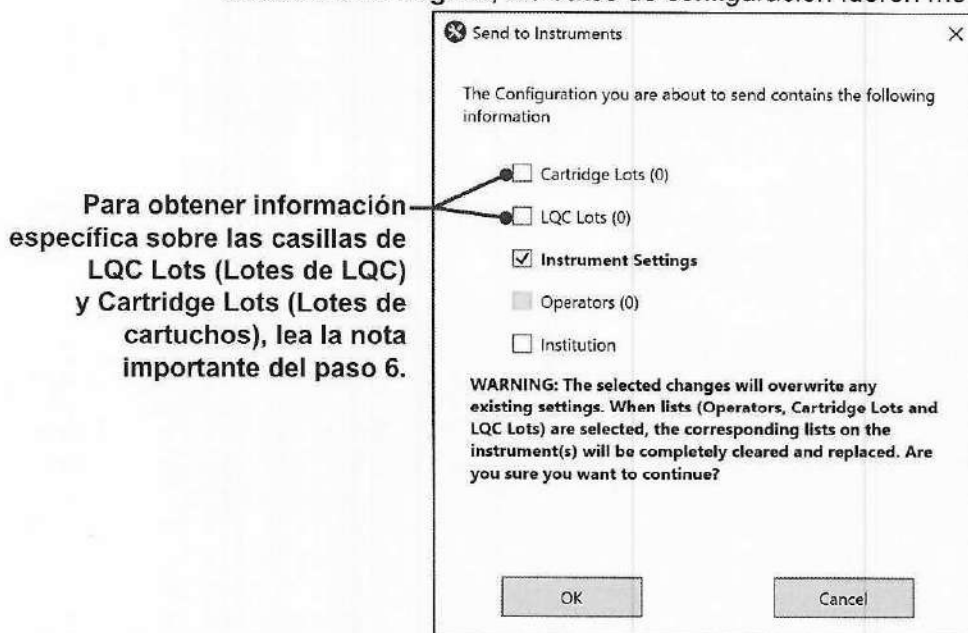

Figura 97: CCM – Cuadro de diálogo **Send to Instruments** (Enviar a los instrumentos)
- 5 El cuadro de diálogo **Send to Instruments** (Enviar a los Instrumentos) se visualiza (Figura 97) con una casilla junto a cada tipo de datos de configuración. Si alguno de los elementos se encuentra en **negrita**, los datos de configuración fueron modificados durante esa sesión.